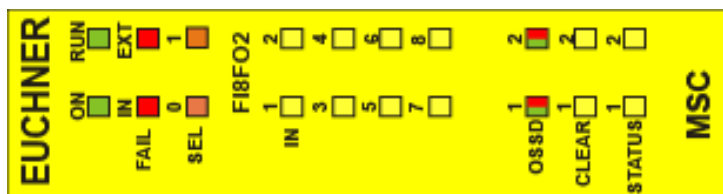

Figure 15 :
8.3.3. Module FI8FO2 (Figure 15)